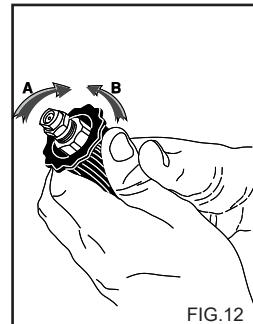

FIG.12
## ANVÄNDNING AV DET REGLERBARA HUVUDET (Fig. 12)
2) Sätt på rengöringsmaskinen, öppna rengöringsmedlets kran (i förekommande fall), aktivera rengöringsmedlets suganordning på sprutröret (fig. 12) och fördel det på ytan som ska tvättas nerifrån och uppåt.